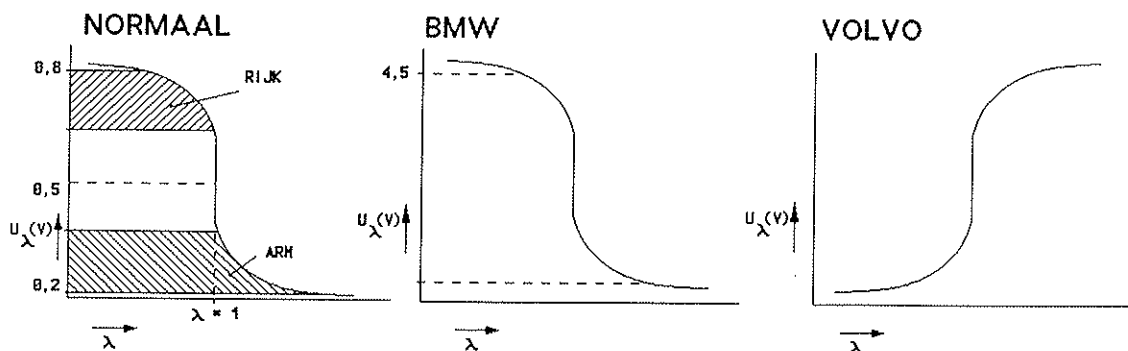

figure 4-8: Signaux des sondes Lambda différentes
Ces valeurs indiquent les niveaux des sondes Lambda. Si le système d'essence n'a qu'une sonde Lambda, L2 sera fixé à X. Normalement le signal de la sonde Lambda varie entre 0 Volt ( pauvre ) et 1 Volt ( riche ). Ces niveaux de tensions permettent de contrôler le fonctionnement de la sonde Lambda. Actuellement il existe aussi des sondes avec une tension variant entre 0 et 5 Volt ou en sens invers ( voir figure 4-8).
- Si les niveaux mesurés correspondent au figure 4-8.